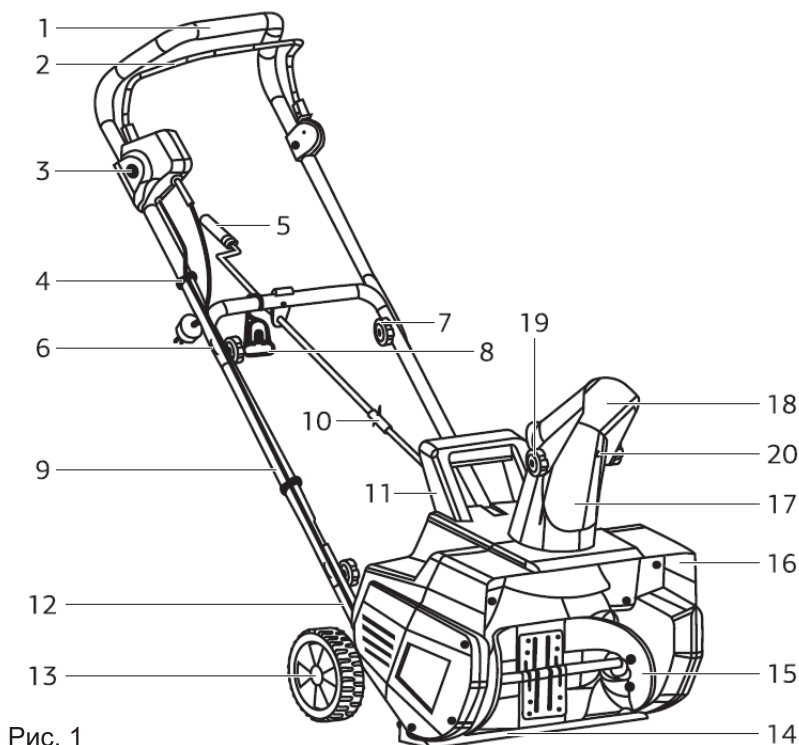

Рис. 1
Установите скобы крепления электрокабеля 4 (рис. 1) на верхнюю и нижнюю части рукоятки управления. Закрепите электрокабель скобами к рукоятке управления, убедившись в достаточном провисании электрокабеля.
Расположите выпускной желоб 17 (рис. 1) таким образом, чтобы дефлектор 18 (рис. 1) был обращен вперед. Установите ручку (5) в держатель на средней части рукоятки управления (9), ручка должна быть расположена прямо, а ее захват обращен вверх (рис. 7).
Перед включением снегоочистителя в сеть убедитесь в том, что рычаг включения 2 (рис. 1) находится в положении «Выключено». Запрещается блокировать рычаг в положении «Включено».